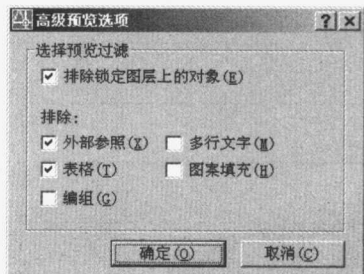

图 1-17 “高级预览选项”对话框
step 16 在上面的对话框中单击“高级选项(A)”按钮, 系统将弹出“高级预览选项”对话框, 如图 1-17 所示。在此对话框中用户可以选择预览时排除的内容。选择完毕后, 单击“确定(O)”按钮即可。